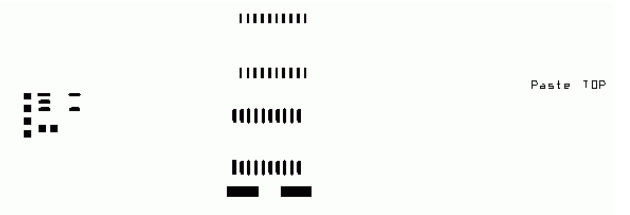

рис. 7-32
**SPT (рис. 7-32), Solder Paste TOP**. Видны рад-ы только SMT-компонентов. Информация этого слоя используется для изготовления трафарета для нанесения на площадки паяльной пасты – специального припоя.